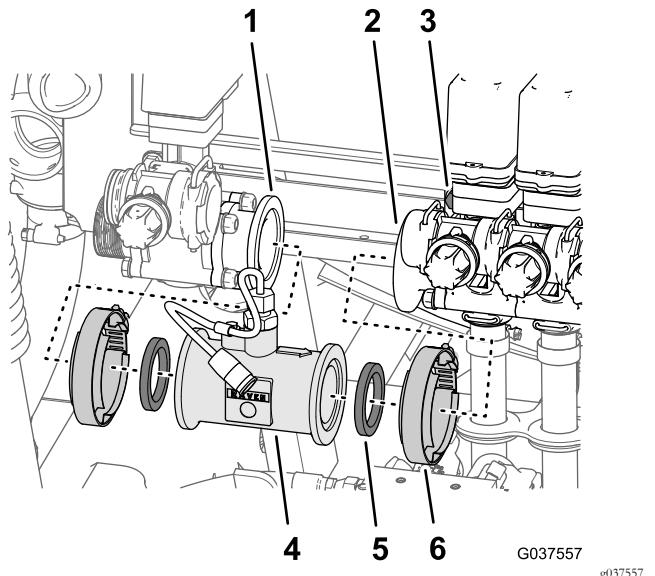

图38
- 取下将流量表固定到搅拌控制阀和左喷洒臂段阀的法兰上的 2 个法兰夹具 图38。
- 从机器上拆下 2 个垫片和流量表 图38。
注意 如果需要松开将 3 个喷洒臂段阀固定至阀门支架的 4 个凸缘头螺栓和 4 个凸缘锁紧螺母 图38。